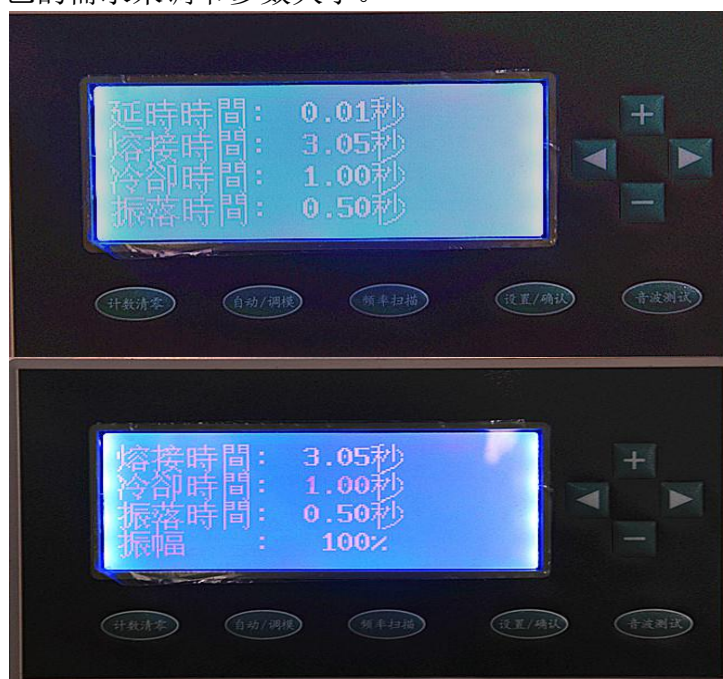

图 4
5. “设置/确认”按键可以调节设备延时时间、熔接时间、冷却时间、振落时间（连续工作驱动电源无此控制项目）以及振幅输入。按“设置/确认”按键进入如图 4 所示画面，